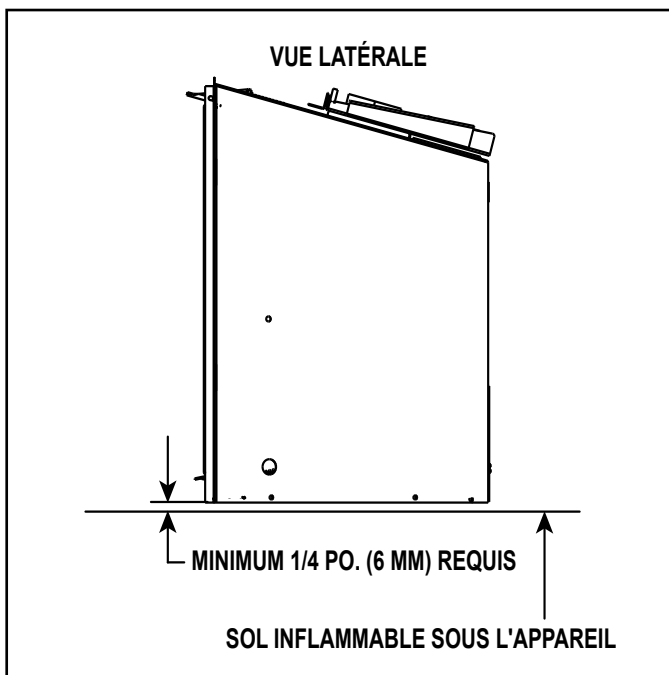

Figure 3.21 Dégagement pour le plancher de combustible solide
- Un espace minimal de 6,35 mm (1/4 po) entre le bas de l'appareil et le sol métallique de la boîte à feu pour combustible solide est **RECOMMANDÉ**. Voir la vue de côté à la Figure 3.21.